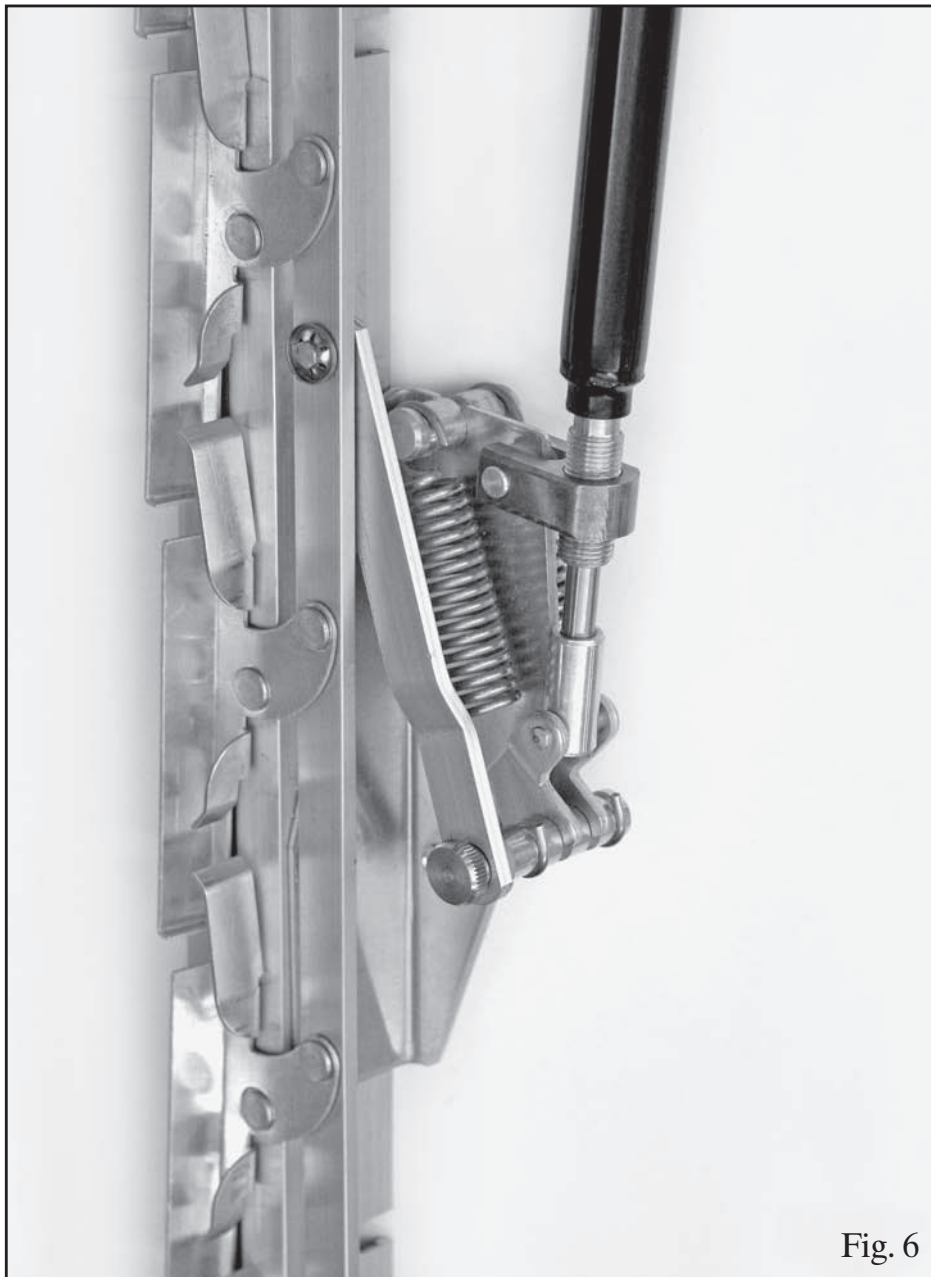

Fig. 6
11. Skru cylinderen ind i cylinderophængt (2) indtil der ses lige meget gevind på begge sider af ophængt. Kontroller at stempelstangen sidder inde i stempelstang holderen (4) – se Fig.6